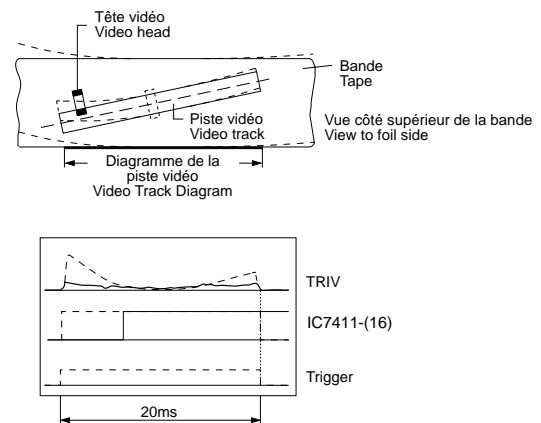

Fig. 24
- Réglage: En ajustant le guide-bande de chargement gauche et droit (Pos. 23 et Pos. 26) à l'aide du tournevis de réglage, régler le signal de suivi de piste "TRIV" de façon à le rendre aussi plat que possible, avec l'amplitude la plus forte (Fig. 24).
- Adjustment: With the adjustment screw driver set the reverse roller of the left and right threading roller units (Pos. 23 and Pos. 26) to make the tracking signal "TRIV" as straight and flat as possible (Fig. 24).